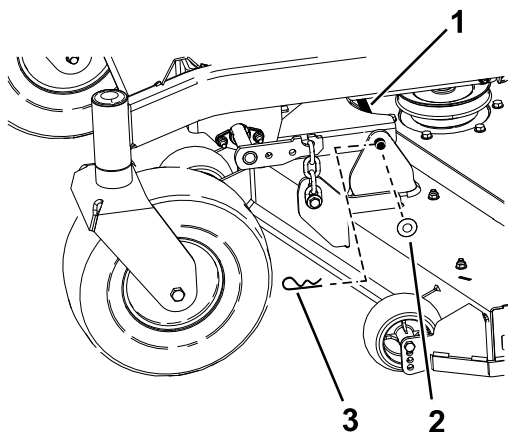

Figura 67
- Retire la chaveta y la arandela que sujetan el pasador de enganche al bastidor y a la carcasa; retire el pasador de enganche (Figura 67).
- Sujete el perno de enganche con las chavetas y las arandelas que retiró anteriormente (Figura 67).